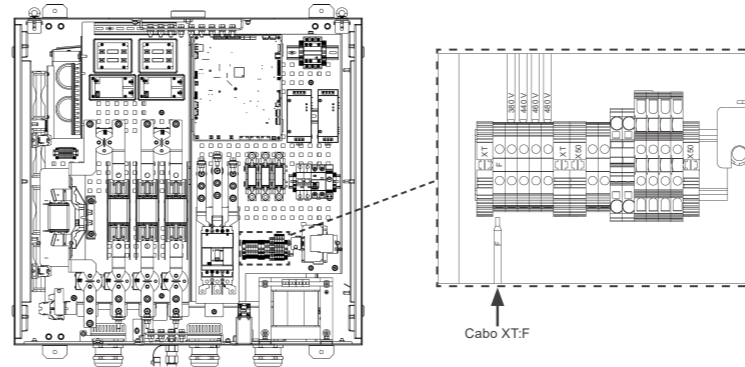

Figura 5.3: Ajuste de la tensión de la red de alimentación
2. Localiza el conjunto de bornes XT al lado del interruptor de alimentación. (Figura 5.3)